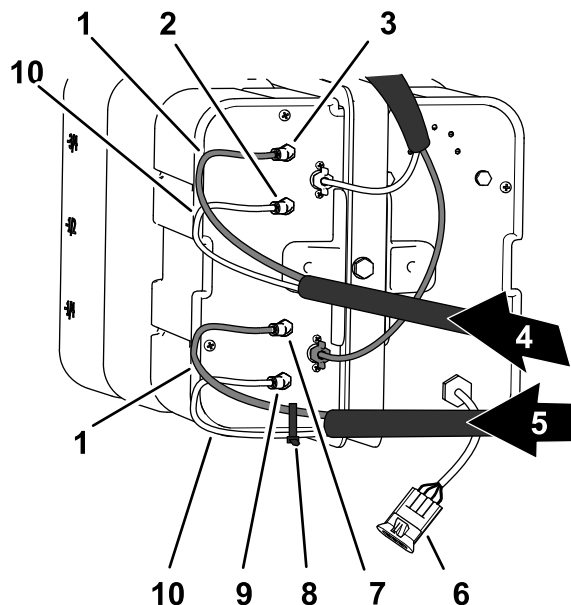

Figura 14
1. Nel pannello di connessione del compressore per il kit tracciafile schiumogeno, fissate una fascetta per cavi attorno al tubo trasparente e blu per la sezione di irrorazione di destra (Figura 14).